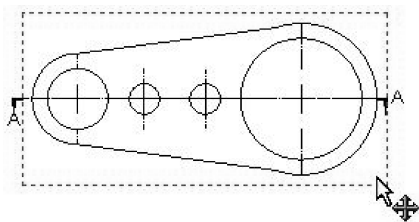

图 10-30 选中要移动的单个视图
- 01 选中需要移动的视图，指针变成，如图 10-30 所示。